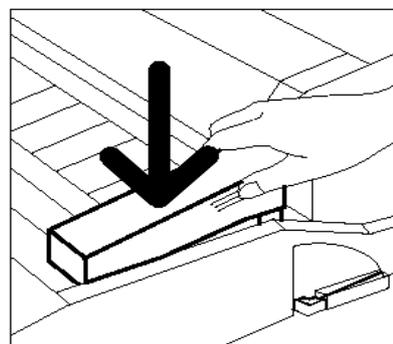

Fig. 40: Installazione della cartuccia dell'olio del fusore.
- 10** Allineare la cartuccia nella posizione corretta sul modulo del percorso carta. Premere con cura fino al punto di innesto, come illustrato in Fig. 40.